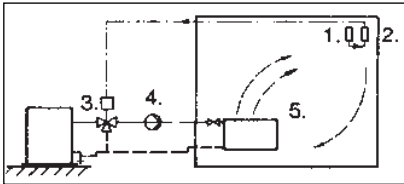

Bild 1
1. Welches Organ in der in Bild 1 dargestellten Schaltung ist das Stellglied?
2. Welches Organ in der in Bild 1 dargestellten Schaltung übernimmt die Funktion „Vergleichen“?
3. Welcher Teil der in Bild 1 dargestellten Anlage ist die Regelstrecke?